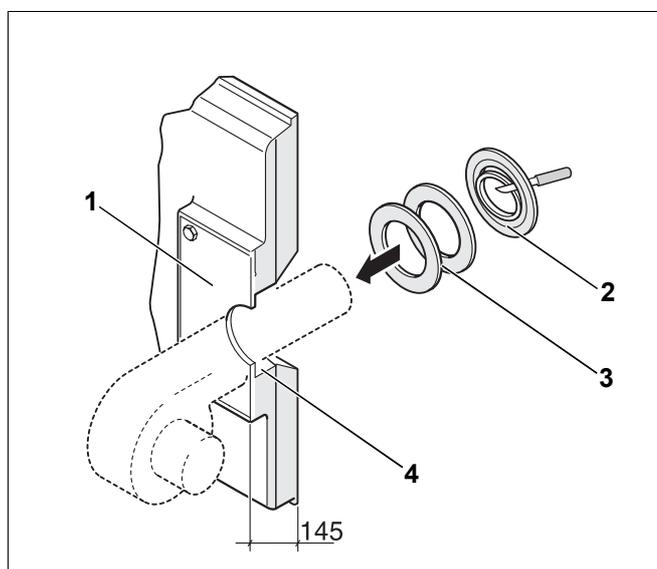

Bild 66 Brenner montieren (Maß in mm)
- ▶ Brennerplatte (Bild 66, **Pos. 1**) entsprechend dem benötigten Brennerrohrdurchmesser ( $\varnothing$  max. 270 mm) bohren oder autogen ausschneiden.
- ▶ Isolierringe entsprechend dem Brennerrohrdurchmesser ausschneiden (Bild 66, **Pos. 2**).
- ▶ Den verbleibenden Spalt zwischen Brenntürwärmeschutz und Brennerrohr (Bild 66, **Pos. 4**) mit den angepassten Isolierringen (Bild 66, **Pos. 3**) ausfüllen.